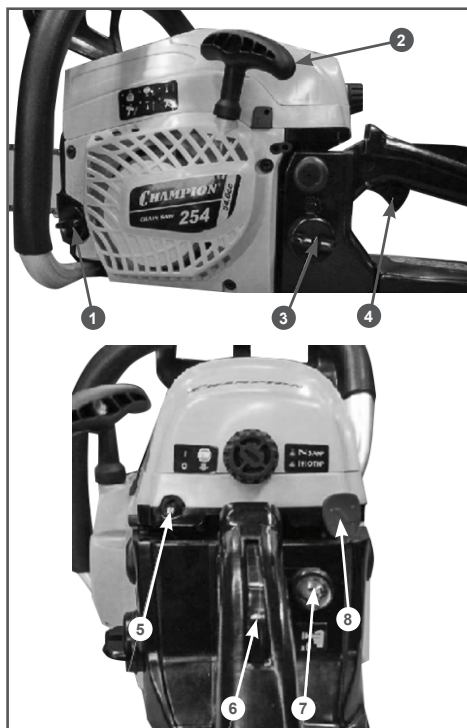

Рис. 11 Органы управления, необходимые для запуска бензопилы
1. Заполните топливный бак 3 (Рис. 11) свежеприготовленной топливной смесью.
2. Заполните масляный бак 1 (Рис. 11) чистым маслом для смазки цепи.
5. Прокачайте топливо через карбюратор. Для этого нажимайте (примерно 5-10 раз) на ручной топливный насос 7 (Рис. 11) до появления в насосе топлива и возникновения сопротивления при нажатии.
6. Установите выключатель зажигания 5 (Рис. 11) в положение «I».
7. Закройте воздушную заслонку карбюратора. Для этого вытяните рычаг 8 (Рис. 11) управления воздушной заслонкой.
9. Выберите свободный ход шнура стартера. Для этого потяните за ручку стартера 2 (Рис. 11) до тех пор, пока не почувствуете сопротивление, затем сильно, но плавно потяните за ручку. Повторите эти действия 3-5 раз до первой вспышки топлива в двигателе. Двигатель не запускается, а сразу глохнет. Плавно, не бросая, верните ручку стартера на место.
10. После первой вспышки откройте воздушную заслонку, для этого нажмите на рычаг 8 (Рис. 11) управления воздушной заслонкой и верните его в исходное положение.
блокировки рычага газа 6 (Рис. 11).
13. Отпустите рычаг газа 4 (Рис. 11), при этом двигатель перейдет в режим холостого хода.